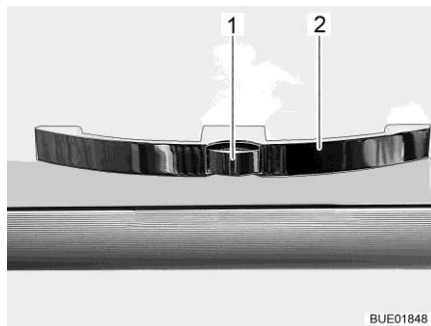

Fig. 66 Porte de placard avec poignée (exemple)
- Appuyer sur le bouton de déverrouillage (Fig. 66,1) de la poignée (Fig. 66,2) et le maintenir enfoncé.